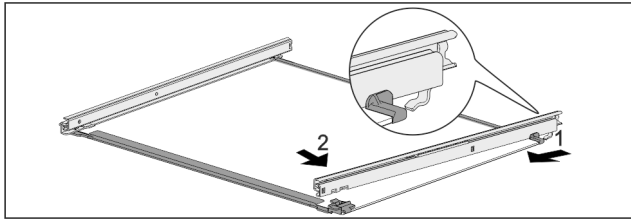

Fig. 105 Стъклена плоча с релси
- ▶ Закачете релсата отзад. Fig. 105 (1)
- ▶ Фиксирайте релсата отпред. Fig. 105 (2)